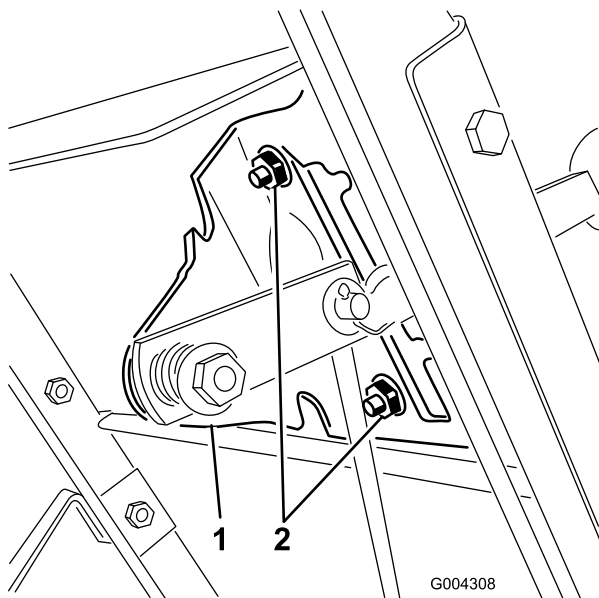
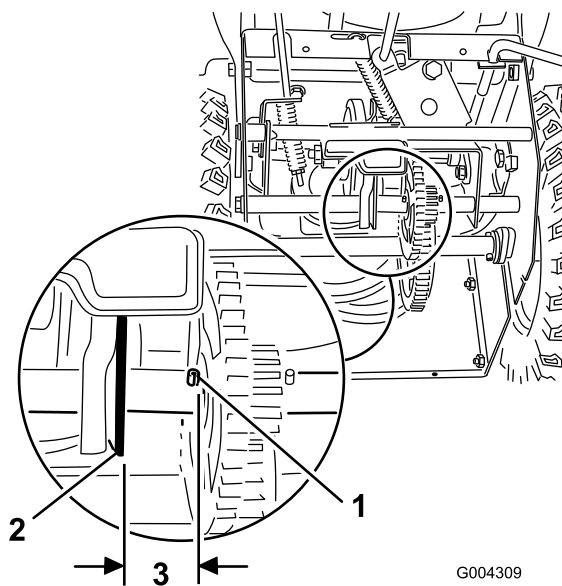

Figure 23
Figure 24
4. Desserrez les écrous à embase qui fixent la plaque de changement de vitesses au panneau de commande (Figure 23).
Remarque: L'ensemble de transmission doit se trouver à 3 mm de la goupille. Si ce n'est pas le cas, faites coulisser la plaque de changement de vitesses (Figure 23) jusqu'à obtenir l'écartement correct (Figure 24).